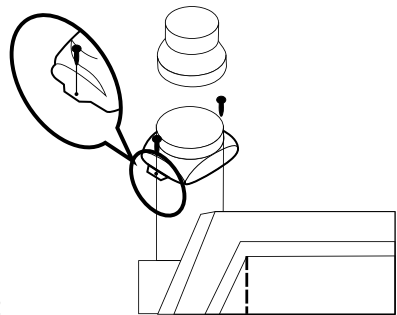

Рис. 12
5. Установите пластмассовый переходной фланец (если он не установлен) на соответствующее место сверху вытяжки с помощью двух шурупов (рис. 12).